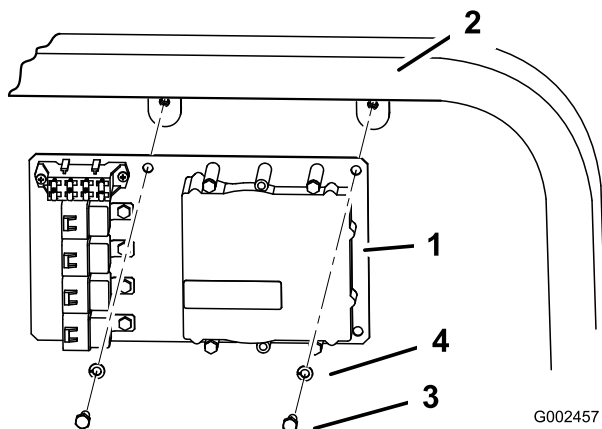

Figure 9
A. Pour les modèles Multi-Pro 1200 et 1250, fixez la plaque de montage avec 2 boulons (5/16 x 3/4 pouce) et 2 rondelles de blocage (5/16 pouce) comme illustré à la Figure 9.